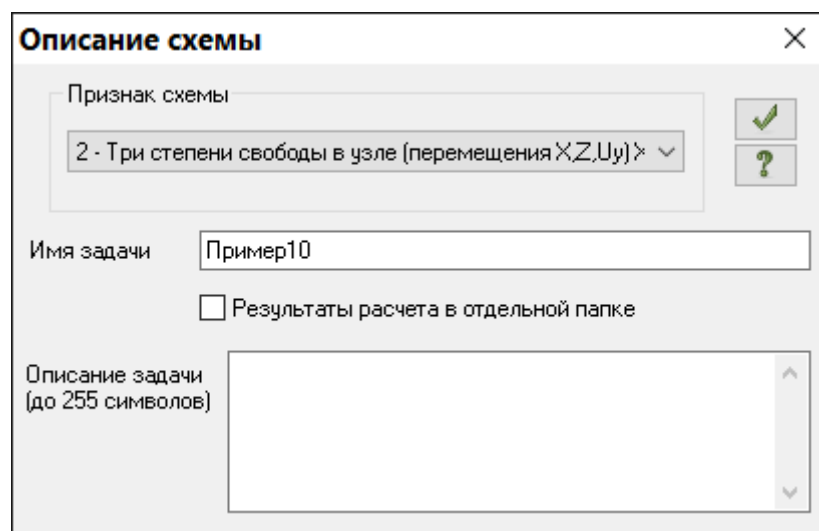

Рис.10.2. Диалоговое окно **Описание схемы**
- В появившемся диалоговом окне **Описание схемы** (рис.10.2) задайте следующие параметры: